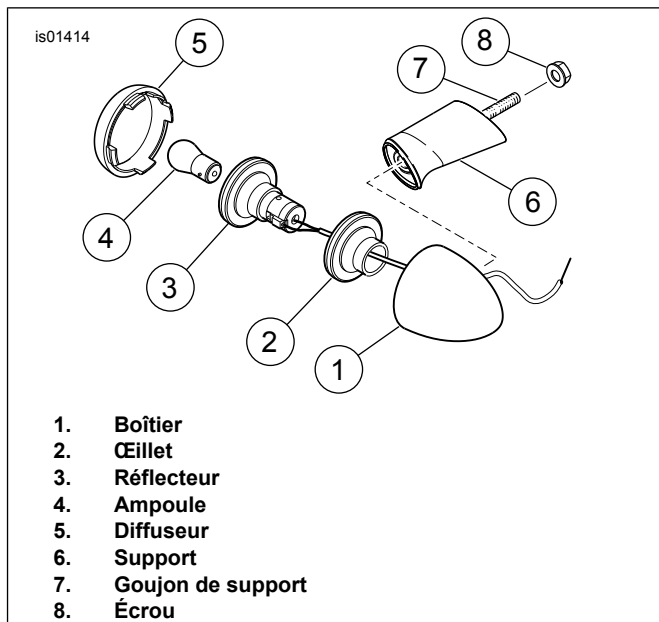

Figure 2. Dépose de la tige de feu de direction de série
1. Voir la Figure 2. Retirer le diffuseur (5) du boîtier (1) de feu de direction arrière.
2. Pousser avec soin le réflecteur (3) et l'œillet (2) hors du boîtier (1). Tirer délicatement les fils hors du trou de fil de boîtier.
3. Retirer et jeter le support (6), le goujon (7) et l'écrou (8).